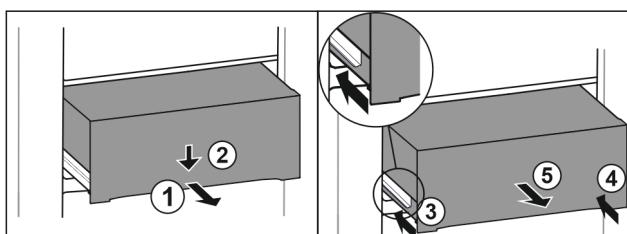

Fig. 156
- Schubfach halb herausziehen. Fig. 156 (1)
- Schubfach an der Vorderseite nach unten drücken. Fig. 156 (2)
- Linke Schiene etwa 2 cm einschieben. Fig. 156 (3)
- Rechte Schiene etwa 2 cm einschieben. Fig. 156 (4)
- Schubfach nach vorne entnehmen. Fig. 156 (5)